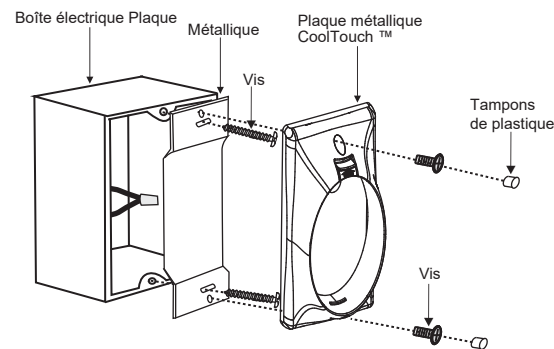

Fig. 21
Étape 2. Installez la plaque murale sur le boîtier de prise murale existante à l'aide des vis fournies. (Fig.21)